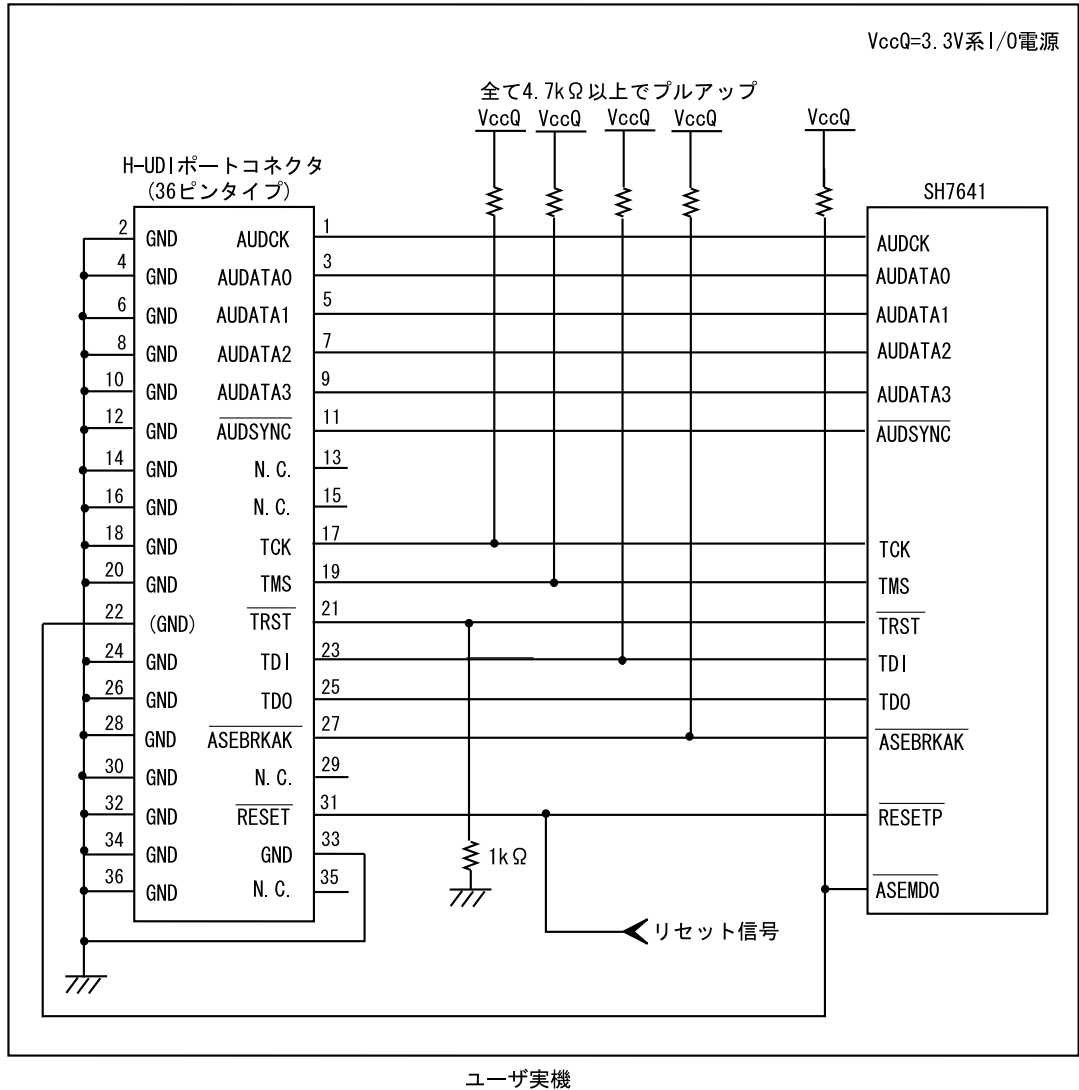

図 1.4 E10A-USB 使用時の H-UDI ポートコネクタ - チップ間の接続例
E10A-USBエミュレータ使用時のH-UDI+AUDポートコネクタ(36ピンタイプ)とチップ間の推奨接続例を図1.3、UVCC未接続時の接続例を図1.4に示します。
- 図 1.4 接続例で回路を組んだ場合の E10A-USB エミュレータのスイッチ設定 : SW2=0, SW3=1